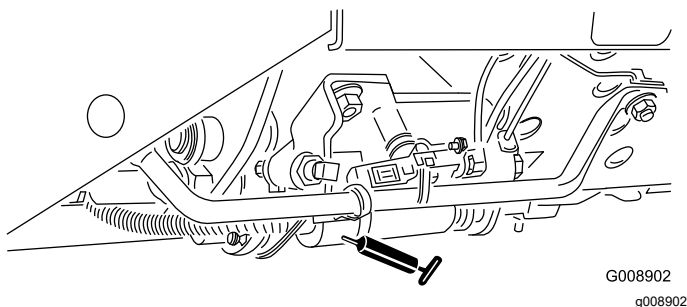

Figura 61
- Mando segar/transportar (Figura 61)